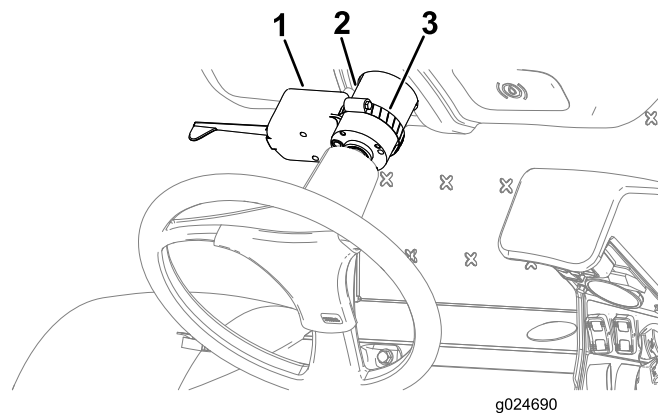

Figura 19
2. Coloque la abrazadera sobre la válvula del volante e inserte la abrazadera por el orificio del mando de los intermitentes (Figura 19).
3. Sujete el mando de los intermitentes a la columna de dirección con la abrazadera (Figura 19).